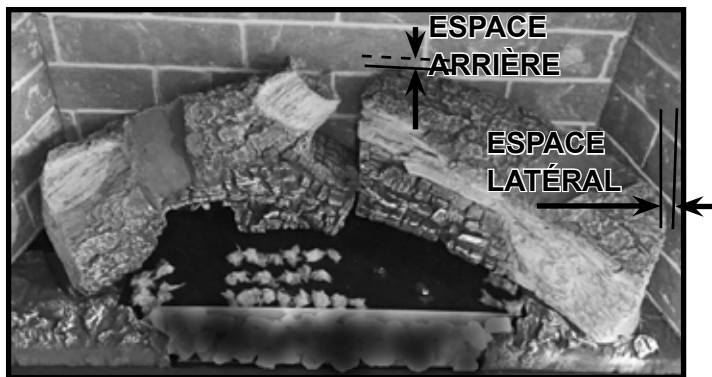

Figure 5 Bûche arrière droite installée
2. Retirez la grande bûche arrière droite de son emballage. Repérez l'élément de positionnement situé sous la bûche et l'engager sur la tige de bûche arrière droite. Le côté droit de la bûche reposera sur l'encoche du composant de l'âtre droite. Voir la Figure 5.
Modèles SL-7X et SL-9X : La bûche arrière droite sera positionnée pour toucher le réfractaire arrière (sans espace arrière). Glissez la bûche arrière gauche vers la droite, aussi près que possible de la bûche arrière droite, comme le permet la tige de disposition. Il y aura un espace latéral d'environ 19 mm (1 po) entre l'extrémité droite de la bûche et le panneau réfractaire droit. Voir la Figure 5.
Modèles SL-3X : Agencez l'orifice de la bûche avec la tige de bûche gauche. La bûche arrière droite touchera le panneau réfractaire droit (aucun espace latéral). Voir la Figure 5. Glissez la bûche arrière gauche vers la droite, aussi près que possible de la bûche arrière droite, comme le permet la tige de disposition. Il devrait y avoir une distance de 6 mm (1/4 po) maximum entre les bûches arrière.
Modèles SL-5X : Positionnez l'extrémité droite de la bûche dans l'encoche du côté droit du foyer. L'arrière de la bûche sera en contact avec la tige de bûche arrière droite. Voir la Figure 5.